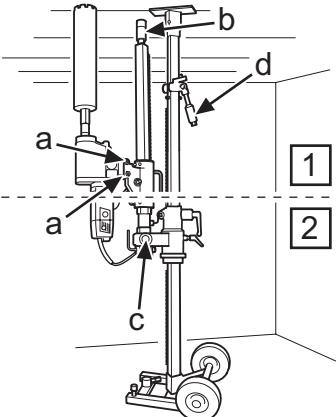

Fig. 16
3. Installare la foratrice nell'attacco rapido e serrare le viti di bloccaggio (a) (fig. 16) con la chiave da 24 mm.
4. Controllare che la vite del montante (b) nella colonna di foratura sia avvitata. Sollevare e bloccare la colonna di foratura con il dado da 30 mm (c) (fig. 16).
3. Die Bohrmaschine in der Schnellkupplung anbringen, die Sicherungsschrauben (a) mit dem 24-mm-Schraubenschlüssel anziehen (Abb. 16).
4. Sicherstellen, dass die Stempelschraube (a) in der Bohrsäule eingeschraubt ist. Die Bohrsäule hochklappen und mit der 30-mm-Mutter (c) verriegeln (Abb. 16).
3. Monter la foreuse dans la fixation rapide et visser les vis de blocage (a) (Fig.16) à l'aide d'une clé de 24 mm.
4. Contrôler que la vis (b) du pilier de forage est bien vissée. Sortir et verrouiller le pilier de forage à l'aide de l'écrou de 30 mm (c) (Fig. 16).
3. Monter de boormachine in de snelbevestiging, draai de borgschroeven (a) (Fig. 16) vast met een 24 mm sleutel.
4. Controleer of de stutschroef (b) op de boorkolom ingeschroefd is. Zet de boorkolom op en zet vast met een moer 30 mm (c) (Fig. 16).
6. Avvitare la vite del montante al soffitto per fissare la colonna di foratura. Fissare con il dado di bloccaggio da 30 mm (b) (fig. 16). Utilizzare un profilo di legno come distanziale.
6. Die Stempelschraube zur Fixierung der Bohrsäule an der Decke in ihrer Position einschrauben, mit 30-mm-Sicherungsschraube (b) sichern (Abb. 16). Einen Holzstab zwischenlegen.
6. Visser la vis du poteau contre le plafond afin de fixer le pilier de forage sur la position souhaitée et verrouiller à l'aide d'un contre-écrou de 30 mm (b) (Fig.16). Utiliser une règle en bois comme entretoise.
6. Schroef de stutschroef tegen het plafond om de boorkolom te fixeren, zeker met borgmoer 30 mm (b) (Fig. 16). Gebruik een houten regel als tussenlaag.